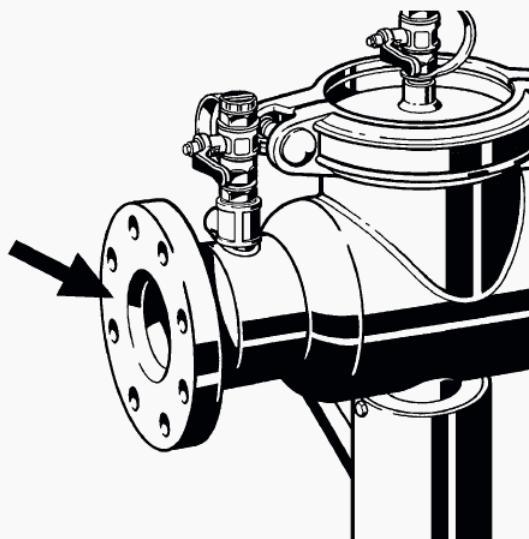

Abbildung 1: Anschlussbereich
2. Prüfen Sie die Anschlüsse am Systemtrenner auf Sauberkeit (Abbildung 1).